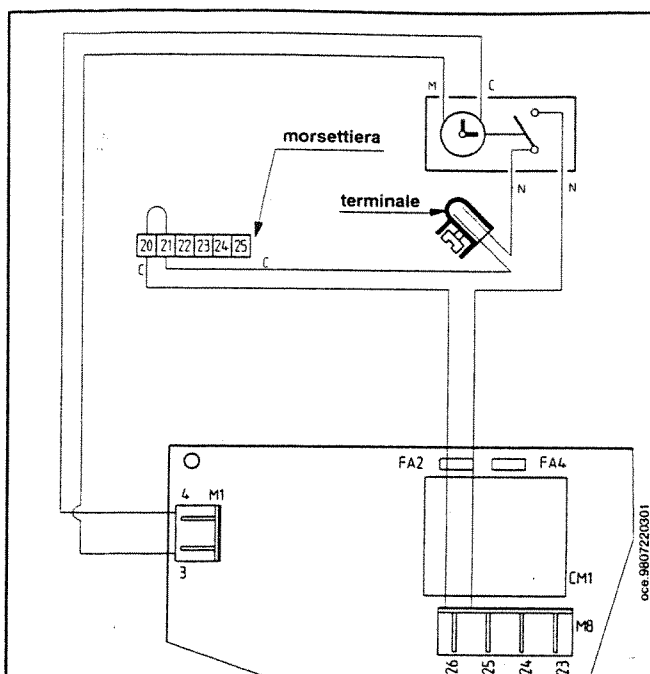

Abb. 4b - Fig. 4b
- Den Abzweigungskontakt der Programmierereinheit die auf dem Deckel der Verbindungsdose montiert ist (Abb. 4b), nach Entfernen der vorhandenen Brücke an die Klemmen (20 und 21) des Klemmenbretts anschließen.
- Ist das Gerät an einen Boiler angeschlossen, den Abzweigungskontakt der Programmierereinheit wie in Abb. 4b dargestellt anschließen.
- collegare il contatto in deviazione del programmatore ai morsetti (20 e 21) della morsettiera, montata sul coperchio della scatola comandi (fig. 4b) togliendo il ponticello esistente.
- Se l'apparecchio è collegato ad una unità bollitore collegare il contatto in deviazione del programmatore come rappresentato nella fig. 4b.